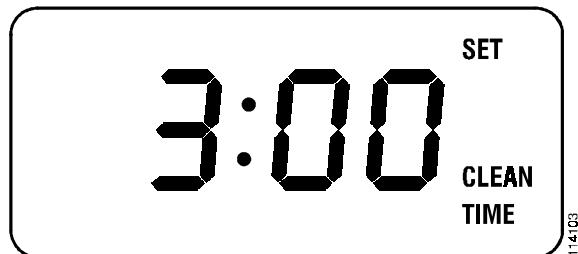

Figure 13.
- Si vous désirez changer la durée du nettoyage afin qu'elle soit autre que 3 heures, appuyez sur le bouton **Cook Time**. Un bip se fera entendre et l'écran affichera SET-CLEAN-TIME sur le côté droit (voir Figure 13). La durée programmée est de 3 heures, cependant, elle peut varier de 2 heures 30 minutes à 4 heures, selon que le four soit peu sale ou très sale. Optez pour: